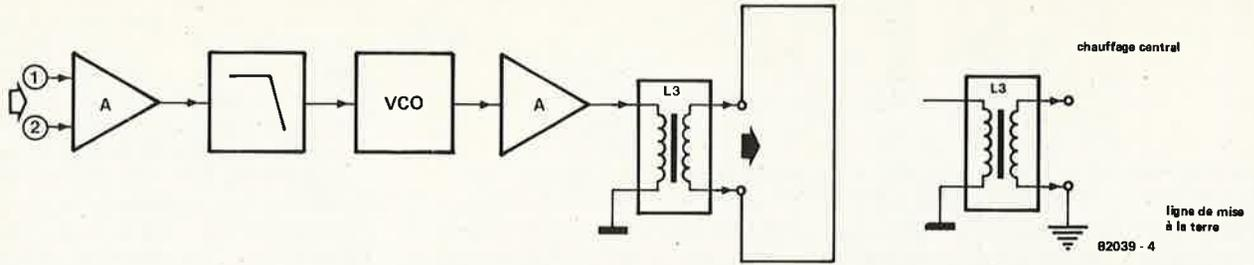

Figure 4. Schéma synoptique de l'émetteur. La boucle est connectée aux points x et y, avec ou sans condensateur-série.
Figure 4. Si l'on utilise le module capacimètre en association avec le fréquencemètre à cristaux liquides du mois de décembre 1981, on pourra prélever le signal GP au point indiqué ci-dessus.
La figure 4 donne le schéma synoptique de l'émetteur. Le schéma dessiné en figure 5 peut être subdivisé en plusieurs sous-ensembles: un préamplificateur basse-fréquence, un VCO et un étage de commutation. L'amplificateur d'entrée est un amplificateur-mélangeur sur lequel peuvent être branchées deux sources de signaux. L'entrée la plus sensible, (II), est également celle ayant l'impédance d'entrée la plus faible. On pourra brancher à cette entrée des microphones basse impédance, sensibles. L'autre entrée, quant à elle, servira au branchement de sources fournissant des signaux plus importants, (haut-parleurs, Aux.). Pour éviter l'apparition de phénomènes d'interférence, on a ajouté un filtre anti-"parasites". Supposons que nous reliions P2 à la sortie "aux" du signal son d'un télé-